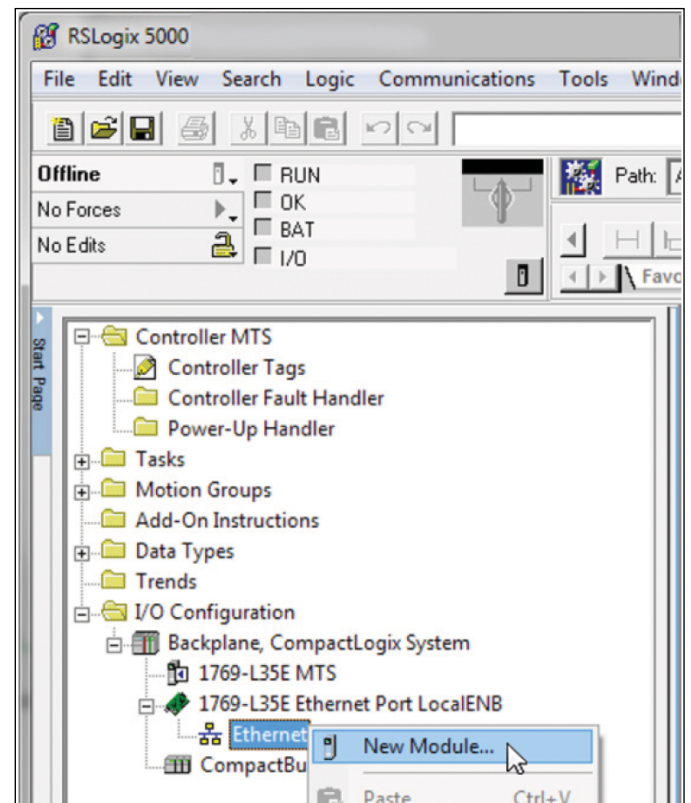

Abb. 122: Neues Modul zum RSLogix 5000 IO-Verzeichnisbaum hinzufügen
2. Öffnen Sie den Verzeichnisbaum der Steuerung auf der linken Seite der Hauptansicht. Klappen Sie den Eintrag „I/O Configuration“ auf. Klicken Sie mit der rechten Maustaste auf Ihr Netzwerk und wählen Sie den Eintrag „New Module“ aus (Abb. 122).